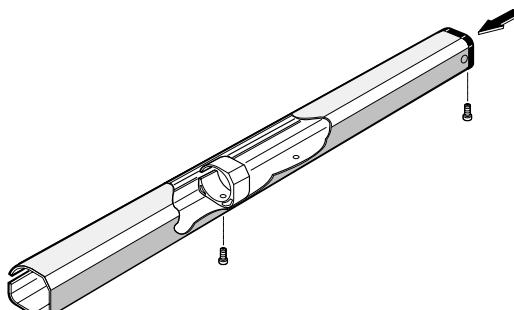
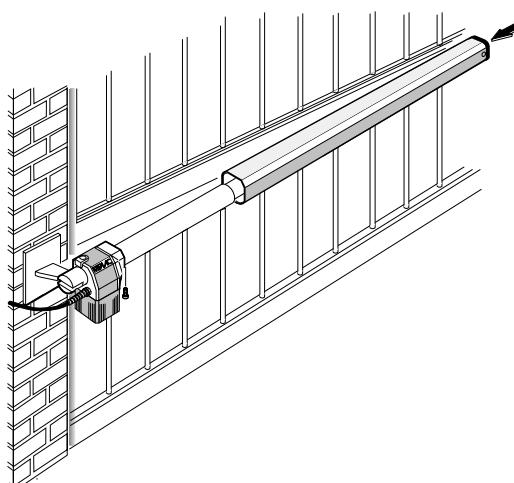

Abb. 7
Abb. 8
- (1) Sämtliche Fixierbolzen der Anschlüsse einfetten
- (2) Ist eine Verschweißung unmöglich, können die Fixierplatten von vorderem und hinteren Anschluß angeschraubt werden.
- 12) Schutzgehäuse (Abb. 7) vorbereiten und gemäß Abb. 8 am Antrieb anbringen.
- Hinweis:** Führungsring des Gehäuses in der am weitesten vom Verschlußdeckel (Abb. 7) entfernten Bohrung fixieren.